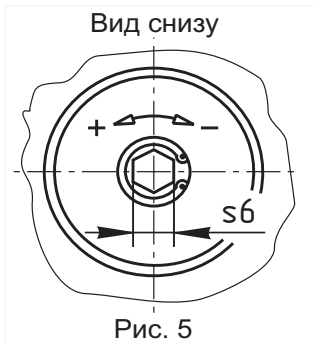

Рис. 5
4.4.4 При необходимости регулирования количества пропускаемого газа, используйте винт в нижней крышке (только для клапанов ВН...КЕ). Поворачивая винт в сторону знака « - » можно уменьшить количество пропускаемого через клапан газа (рис. 5).